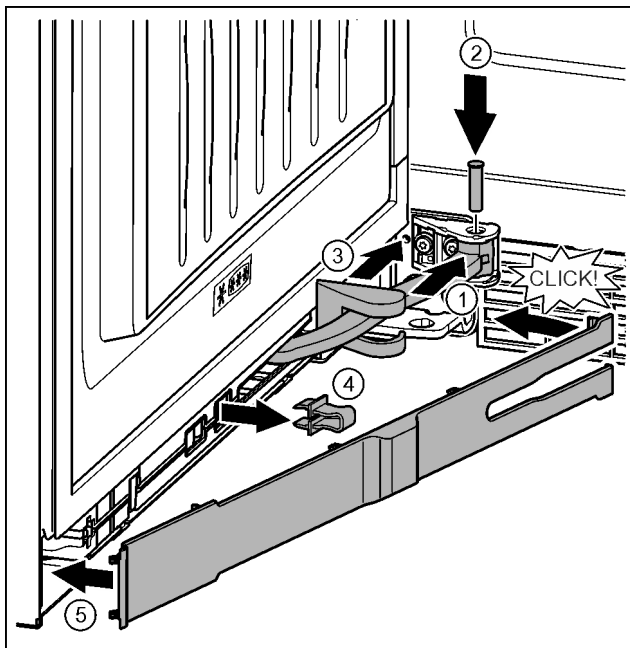

Fig. 40
- Gire la articulación en la suspensión. Fig. 40 (1)
- Introduzca el perno con un destornillador T15 en la suspensión y la articulación. Preste atención a que el saliente de retención descansa correctamente en la ranura. Fig. 40 (2)
- Desplace la cubierta del soporte de cojinete a lo largo de la articulación y móntela sobre la suspensión. Fig. 40 (3)
- Retire el seguro. Fig. 40 (4)
- Coloque el panel por el lado del tirador y gírelo hacia dentro. Fig. 40 (5)